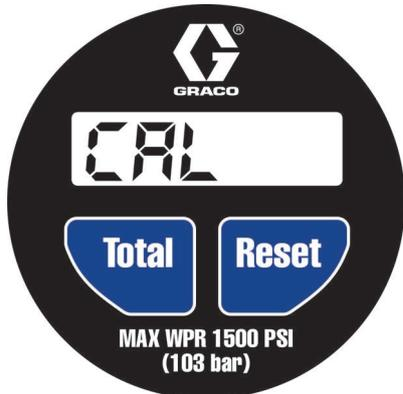

ABB. 7
1. Tasten **TOTAL** und **RESET** (ABB. 7) gleichzeitig drücken.
- CAL erscheint in der Anzeige wie dargestellt in ABB. 7. CAL zeigt an, dass das Dosiergerät für den Kalibriermodus bereit ist.